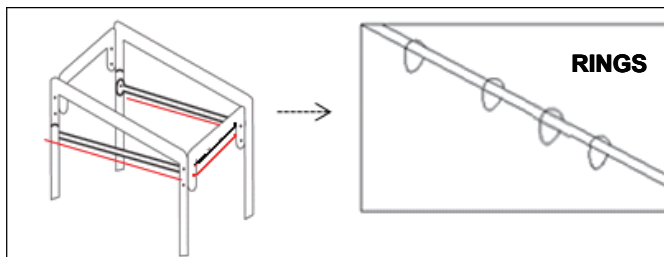

Fig. 2
- b. Lors du raccordement des tubes supérieurs (les tubes n° 5 ,r# 6 and n° 2, voir fig. 2), s'assurer que chaque tube ait 4 anneaux avant de les boulonner à la structure.
- When connecting the top tubes (tubes #5,#6 and #2, see Fig. 2), ensure that each tube has 4 rings on it before being bolted to the frame.